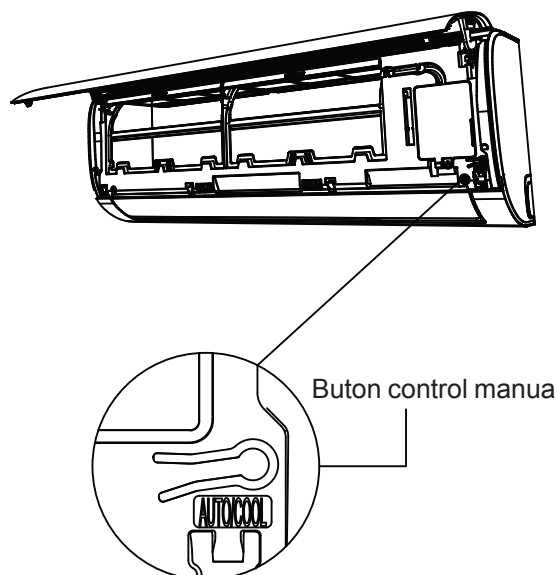

Fig. 9.1
2. Butonul pentru control manual este localizat in partea dreapta a panoului, apasati butonul de 2 ori pentru a activa modul COOL vezi FIG 9.1